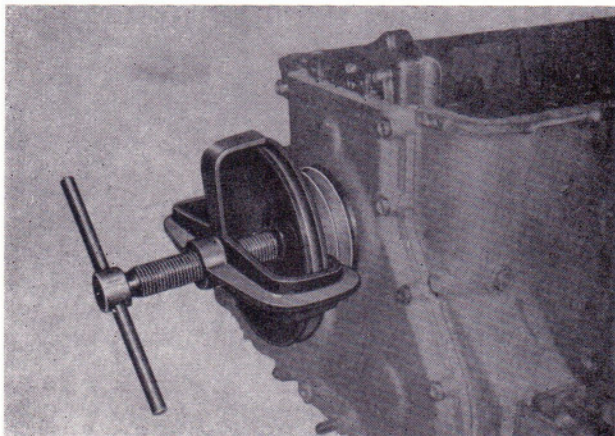

Bild 49
- Dazu die Abziehvorrichtung 27 95670 002 verwenden (Bild 49).